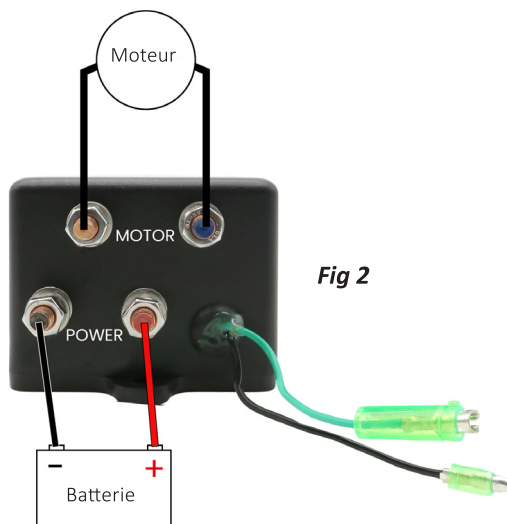

Fig 2
- Connectez les câbles comme indiqué à la Figure 2.